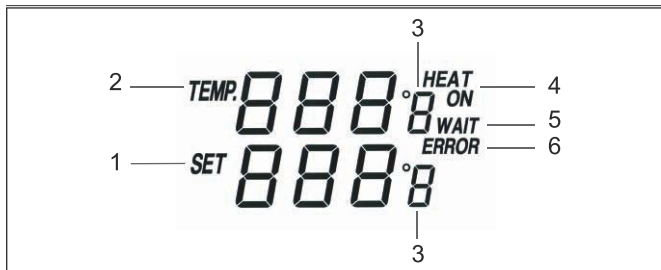

Fig.47: LC-display
- Använd inte lödstationen om inte lödkolven är ansluten. *Om ingen lödkolv är ansluten eller om lödkolven är defekt ljuder en varningston när lödstationen slås på och "ERROR" blinkar i displayen. Se fig. 47.*
2. Tryck på temperaturväljaren (9) för att välja temperaturen het (°C eller °F). Den valda enheten visas i displayen.
3. Ställ in den önskade lödtemperaturen med hjälp av temperaturförvalsknapparna "200 °C", "300 °C" och "400 °C" (10) samt knappen "UP"/"DOWN" ("Upp"/"Ner").
*Exempelvis 300 °C: Efter att du har tryckt på knappen "300 °C" visas den valda temperaturen i displayen "SET 300 °C" ("Inställning 300 °C"). Det övre värdet till höger om "Temp" stiger till 300 °C. Till höger i displayen visas "HEAT ON" ("Uppvärmning aktiverad") och "WAIT" ("Vänta"). Se fig. 47. Den slocknar när temperaturen 300 °C har uppnåtts och uppvärmningen har avslutats. "WAIT" ("Vänta") visas i displayen när lödkolvens temperatur avviker mer än 10 °C från den valda temperaturen och lödstationen korrigerar temperaturen till det inställda värdet. Det är normalt att temperaturen kan fluktuera med ca 10 °C från det inställda värdet.*